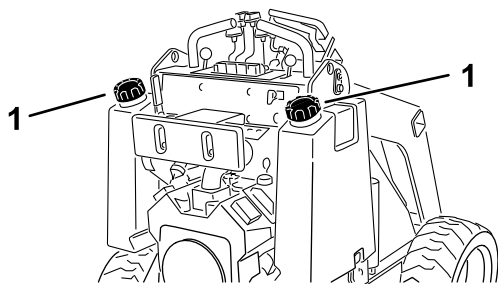

図 3
3. 燃料キャップの周囲をきれいに拭いてキャップを外す **図 3**。